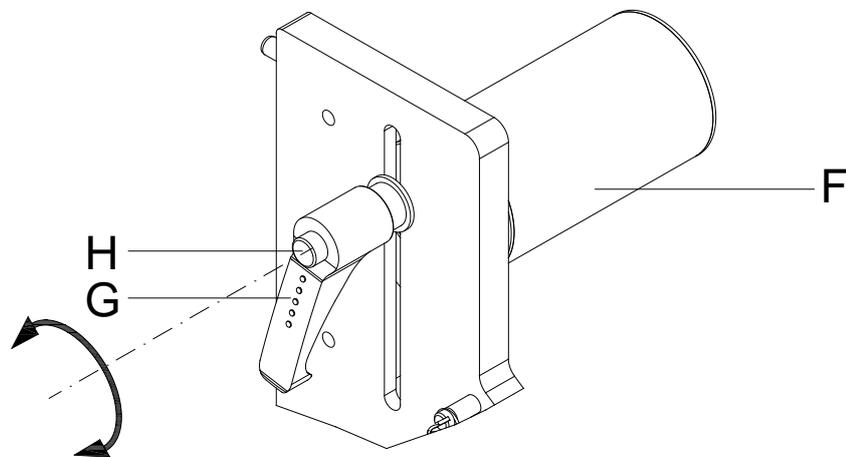

Figura 6
1. Después de introducir correctamente el material de las etiquetas, active la prueba de impresión con la tecla **III** o el procedimiento de medición para determinar la posición exacta del principio de las etiquetas. Confirme la presión de prueba con la frecuencia necesaria hasta que una etiqueta se encuentre sobre el canto del dispensador (C) del módulo de dispensador.
2. Ajuste la posición de dispensador de tal manera que se asegure que la etiqueta se suelta correctamente del material de soporte (B).
3. Suelte el rodillo de retorno girando la manilla de apriete (G, Figura 6) en el sentido contrario a las agujas del reloj y desplazándola lentamente hacia abajo.
4. Al mismo tiempo, vuelva a tensar el material de soporte (B) girando el dispositivo de bobinado interno. Repita este proceso hasta que la etiqueta a dispensar se suelte del material de soporte (B) y se salga aprox. 5 mm del canto del dispensador (C).